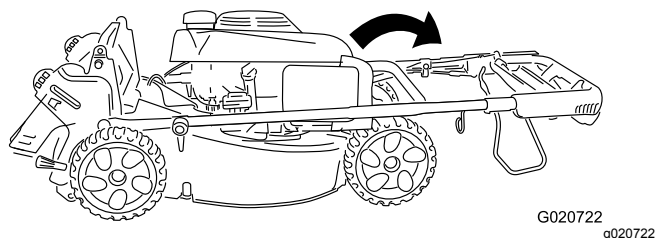

Figura 20
2. Ruotate l'intera stegola in avanti (Figura 20).